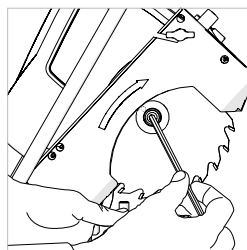

Fig. 29
- Utilisez la clé 6 pans (fournie) pour dévisser la vis d'arbre. (**Fig. 29**)